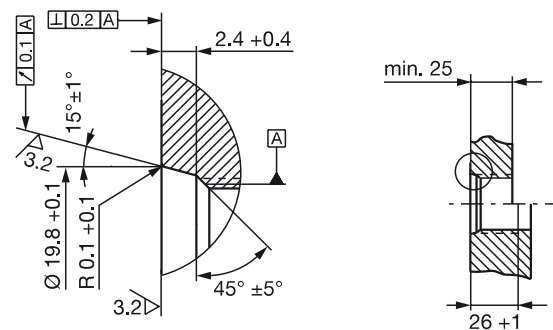
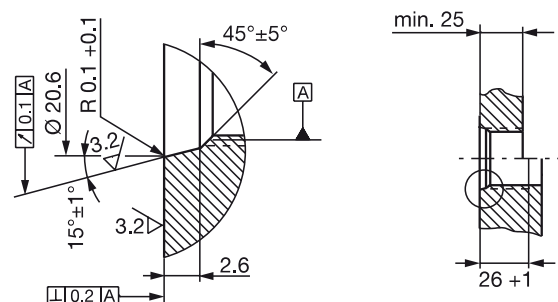

Fig. 4-3: Agujero roscado M18 x 1.5 según ISO 6149 junta tórica 15.4 x 2.1
Fig. 4-4: Agujero roscado 3/4"-16UNF según SAE J475, junta tórica 15.3x2.4
- ▶ Haga el agujero roscado (dado el caso, avellanado para la junta tórica) conforme a Fig. 4-3 o Fig. 4-4.